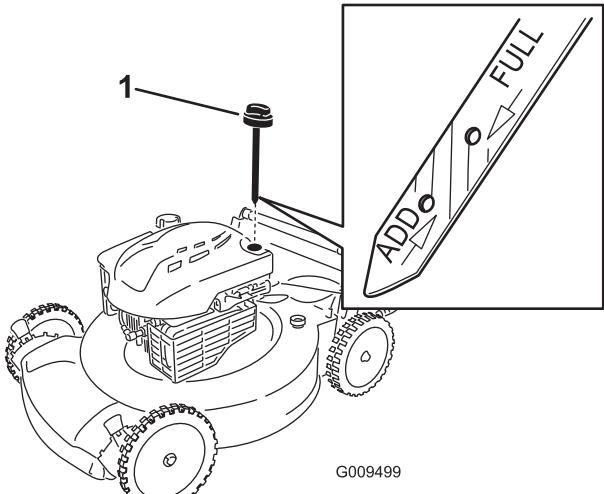

Figure 24
- Retirez la jauge (Figure 24).
- Versez de l'huile **lentement** dans le goulot de remplissage pour faire monter le niveau jusqu'au repère du plein (**Full**) sur la jauge (Figure 24). **Ne remplissez pas excessivement.**